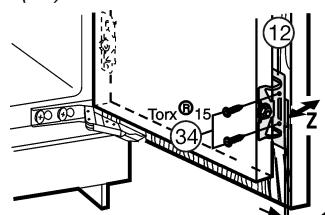

Fig. 22
- Gerätetür mit Schrauben Fig. 22 (34) durch die Befestigungswinkel Fig. 22 (12) auf der Möbeltür verschrauben.